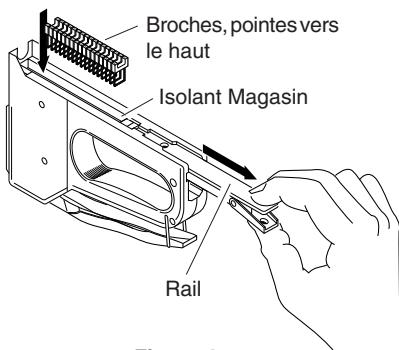

Figure 4
2. Retournez le StrapGun™ à l'envers. À l'arrière de l'outil, appuyez sur le loquet à l'extrémité du magasin (voir la Figure 4). Faites glisser le rail en dehors du magasin, jusqu'à ce qu'il s'arrête (voir la Figure 4).
3. Insérez des broches dans le magasin. Assurez-vous que l'isolant est placé sur le dessus (voir la Figure 4).